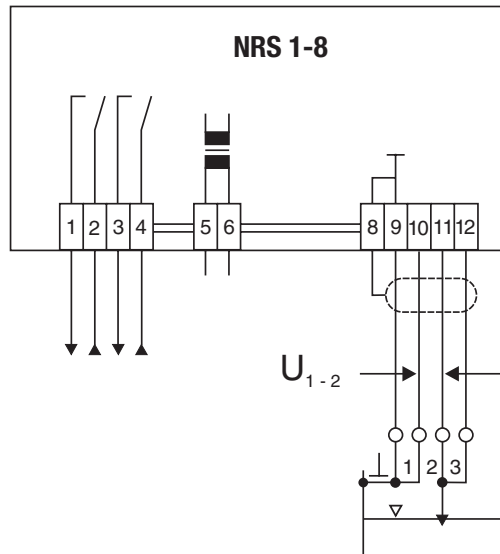

Fig. 11
Mit der Spannungstabelle können Sie prüfen, ob die Niveauelektrode eingetaucht ist oder ob eine Störung vorliegt. Bitte beachten Sie den Anschlussplan NRS 1-8. **Fig. 10, Fig. 11**
**Abhilfe:** Überprüfen Sie das Maß des HW-Elektrodenstabes. Kontrollieren Sie, ob Niveauschalter und Elektrode gemäß Anschlussplan **Fig. 10, Fig. 11** verdrahtet wurden.